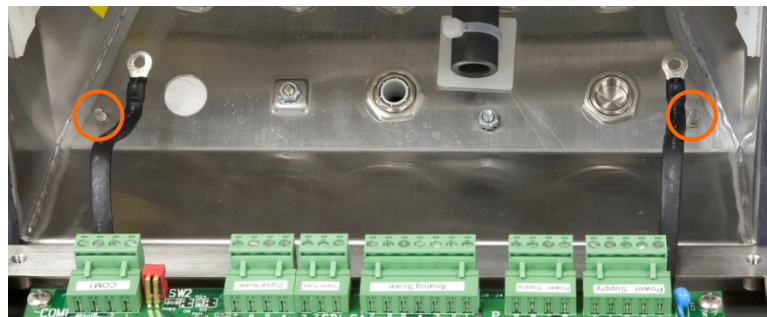

Abbildung 3-12: Zusätzliche Bolzen für eine alternative Befestigung der Abdeckung
- A. Die vordere Abdeckung vorsichtig um 180 Grad drehen und die beiden Erdungsbänder wieder an den zwei Bolzen auf der gegenüberliegenden Seite des Gehäuses (siehe Abbildung 3-12) neben den Kabelfüllen befestigen. Dazu die zwei Muttern verwenden, die im vorherigen Schritt ausgebaut wurden. Die zwei Muttern festziehen.